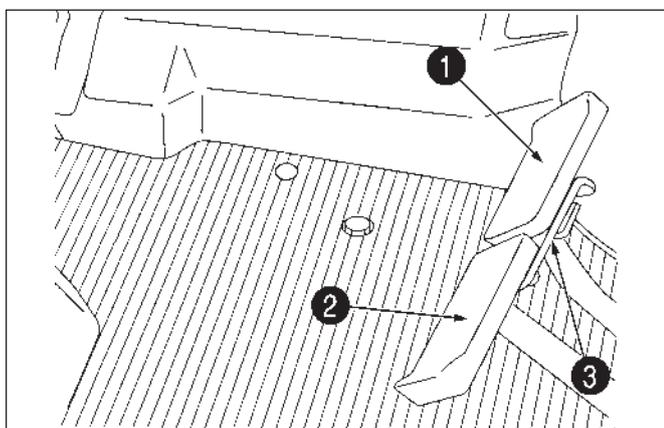

FIG. 4-16
**FIG. 4-16:** La pédale de frein intérieure (1) et extérieure (2) commande indépendamment les freins des roues gauches et droites respectivement, pour faciliter les virages.